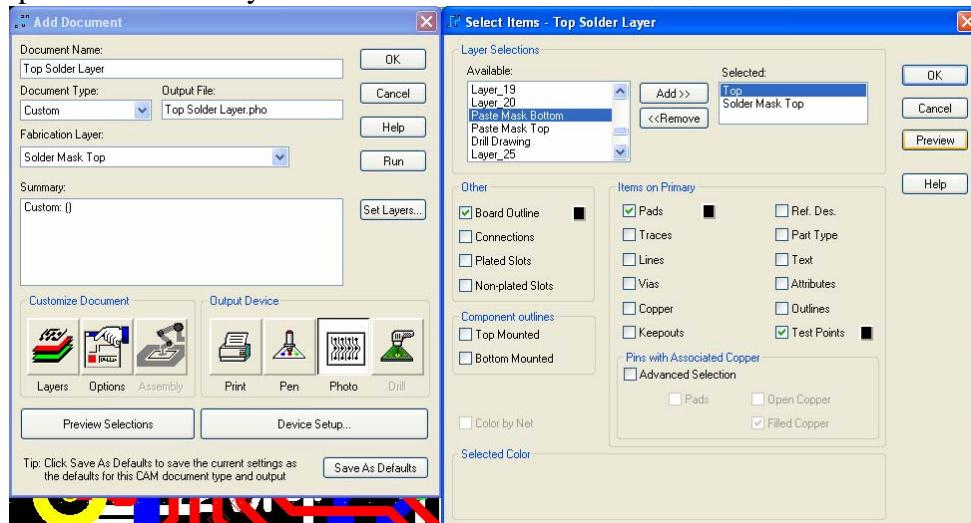
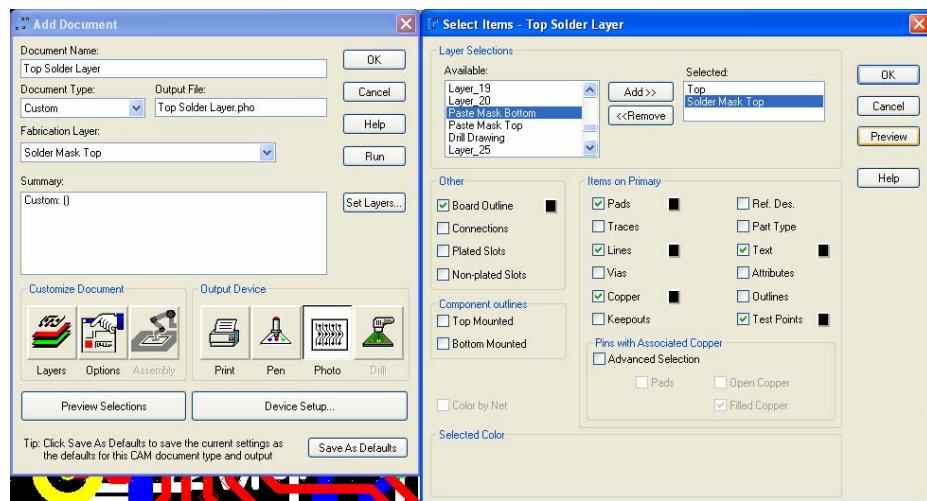

图 21
图 22
(4) Top Solder Mask Layer 和 Bottom Solder Mask Layer 的设置 Top Solder Mask Layer 的设置: 如图 21 和图 22 所示。